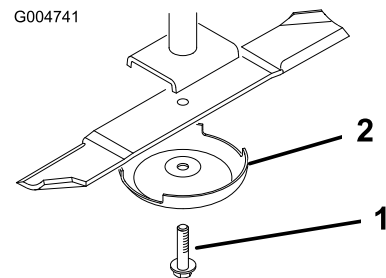

Figura 109
3. Retire del eje de la cuchilla el perno de la cuchilla, el protector de césped y la cuchilla (Figura 109).